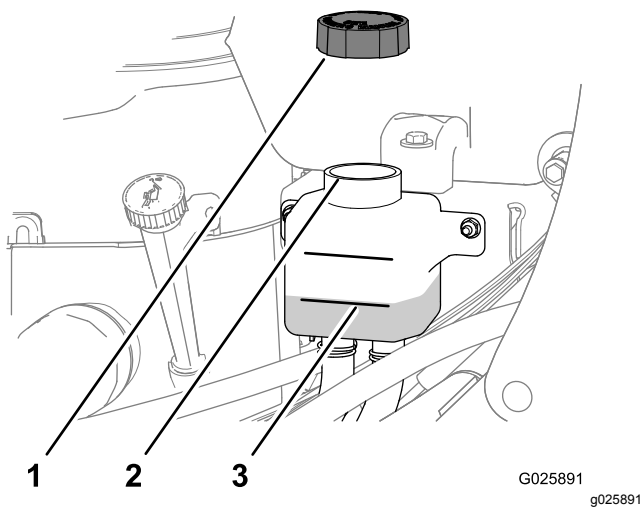

Figura 57
- Retire el tapón del depósito de expansión y compruebe el nivel de fluido hidráulico del depósito (Figura 57).
4. Si es necesario, añada el fluido para transmisión especificado hasta que el nivel de fluido llegue a la línea Full Cold del depósito de expansión (Figura 57).